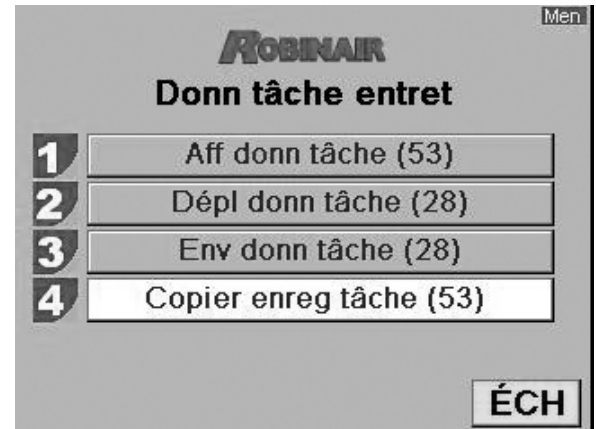

Figure 9
3. Sélectionnez la tâche enregistrée à copier et appuyez sur **OK**. Reportez-vous à la Figure 9.